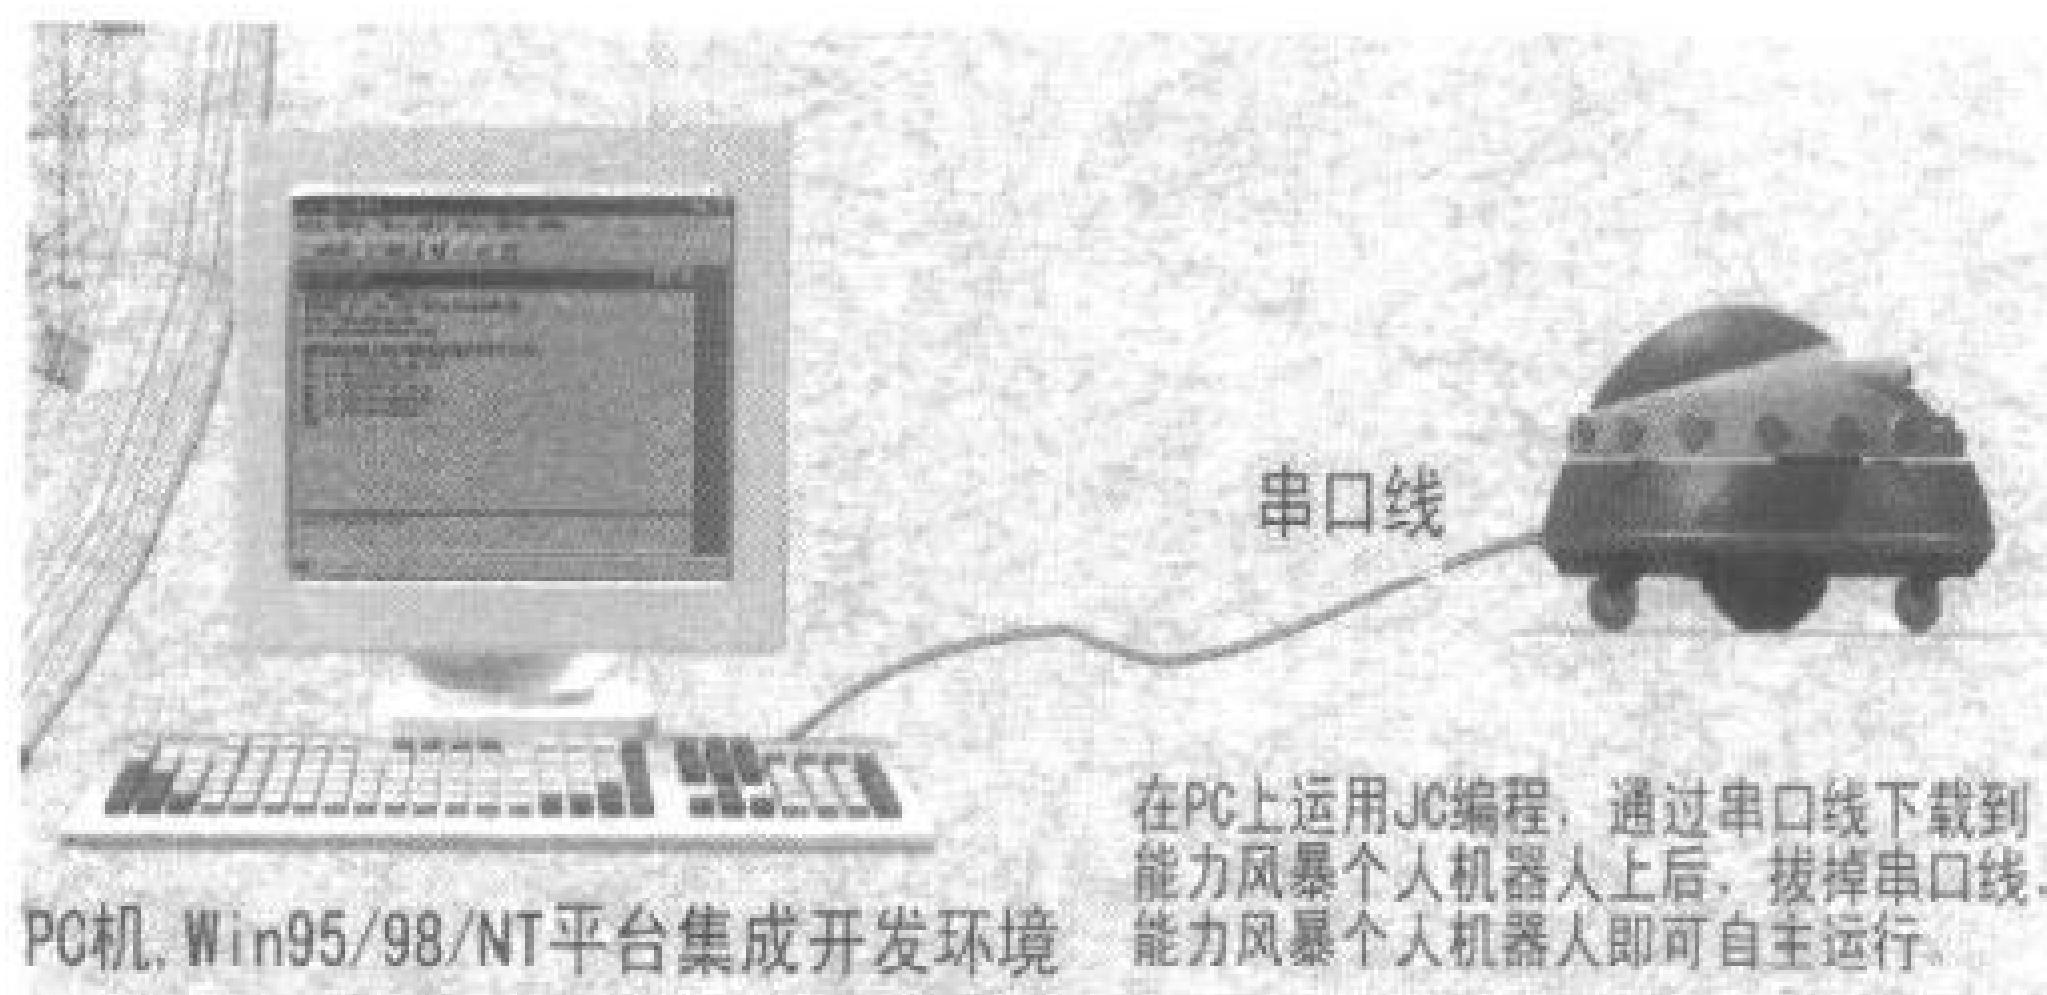
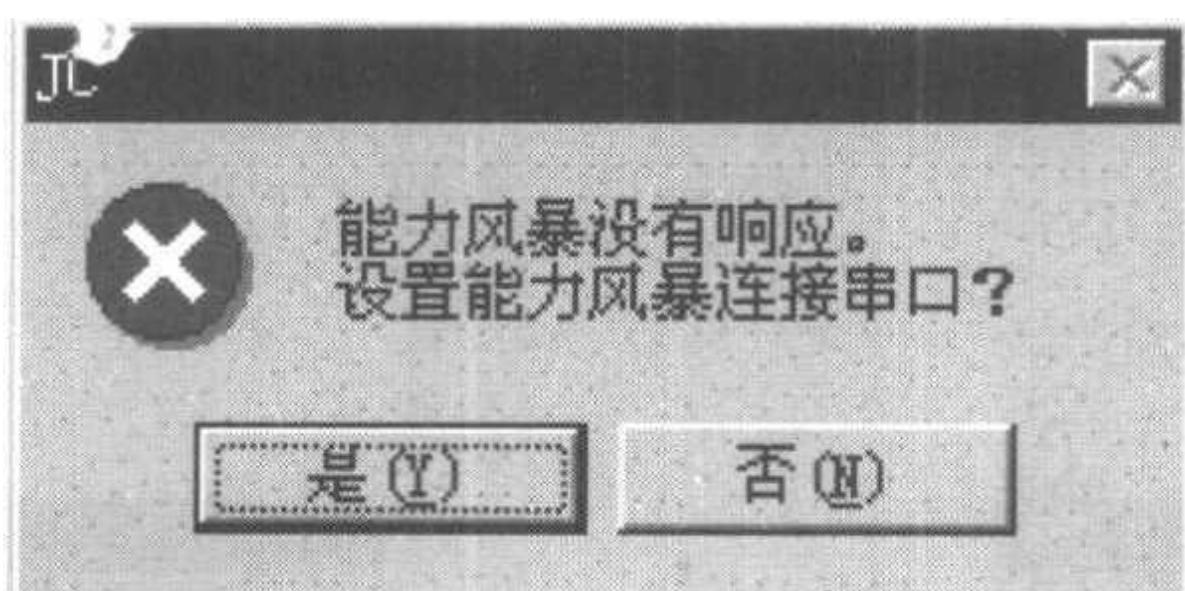
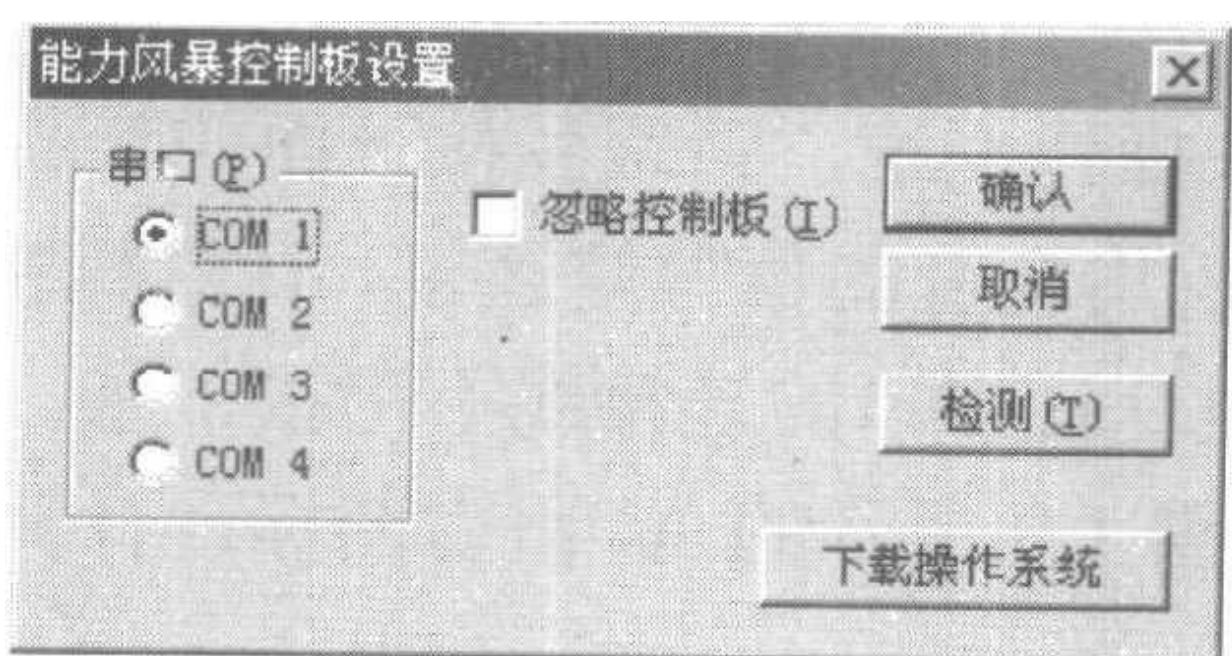

图 1.9 计算机与机器人连接图
图 1.12 “JC”对话框
图 1.14 “能力风暴控制板设置”对话框
机器人与计算机的连接如图 1.9 所示。
- (1) 将机器人与计算机用配套的信号线连接，计算机接 9 针串口，机器人接串行通信接口。注意接在计算机 9 针串口的连接线不用拔下来。
- (2) 在桌面上双击如图 1.9 所示的 JC 语言图标，计算机显示屏会出现如图 1.12 所示的“JC”对话框。
(4) 单击图 1.12 所示对话框的“是(Y)”按钮，弹出“能力风暴控制板设置”对话框，如图 1.14 所示。
(5) 现在在“能力风暴控制板设置”对话框中选择一个 COM 串口，然后单击“检测(T)”按钮。
(6) 在确认找到 COM 串口之后，单击图 1.14 所示的“能力风暴控制板设置”对话框中“下载操作系统”按钮，会出现如图 1.17 所示的“打开”对话框。